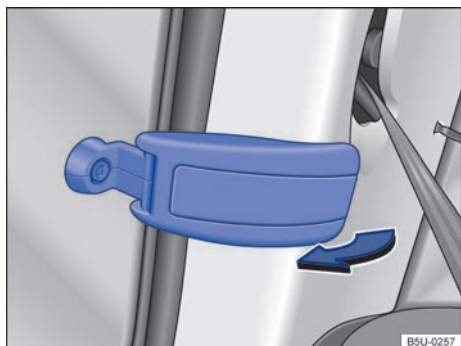

Fig. 37 Abrir la luneta rebatible.
- Tirar de la palanca de bloqueo de la luneta en el sentido de la flecha \Rightarrow fig. 37.